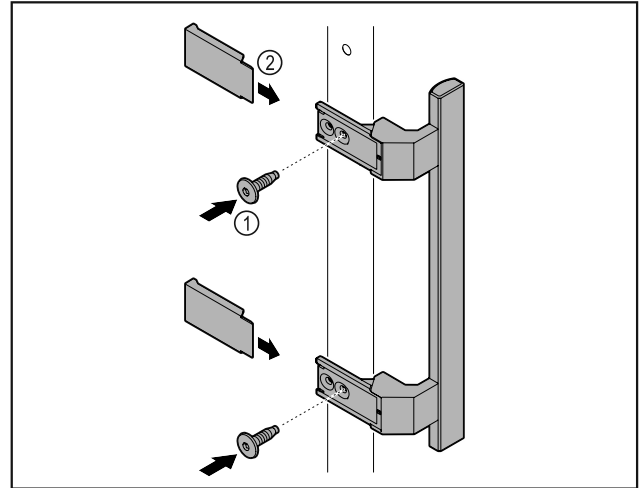

Fig. 5
- Colocar en la puerta el tirador del kit de accesorios con los tornillos incluidos Fig. 5 (1).
- Colocar las cubiertas Fig. 5 (2).